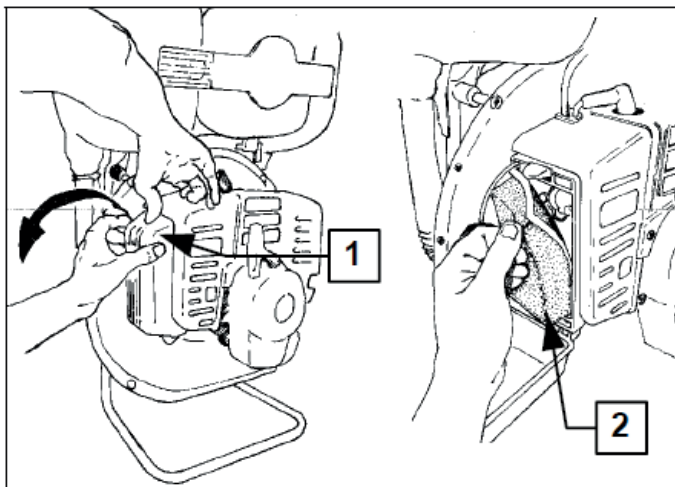

Ilustración 11 Filtro aire
1. Para acceder al filtro, pulse el interruptor de ajuste, Ilustración 11 pos. 1, que se encuentra en la tapa del filtro y gire la tapa en la dirección indicada por la flecha.
2. Quite el filtro de esponja, Ilustración 11 pos. 2 y límpielo. Los filtros de esponja siempre se limpian con carburante y se secan con aire comprimido o se estrujan.
3. Reposicione el filtro y cierre la tapa hasta escuchar el clic de la pestaña de fijación, Ilustración 11 pos. 1.